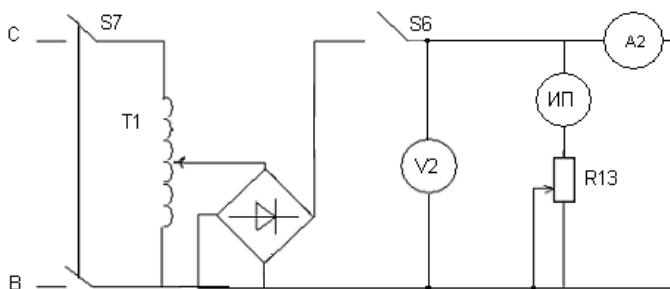

Рисунок 2.1.1 – Схема проверки амперметра:
- 2.1.1 Соберите схему проверки амперметра (рис.2.1.1).